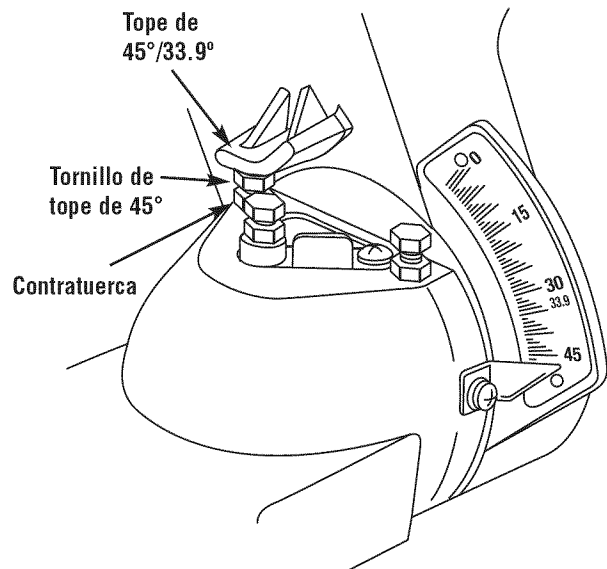

Figura 10. Tornillo de tope de bisel de 45° y contratuerca
1. Baje la contratuerca del tornillo de tope de bisel de 45° utilizando una llave de tuerca de 12 mm o ajustable (Figura 10).
5. Ajuste el tope de bisel de 45° hasta que la hoja haga contacto con toda la longitud de la escuadra. Apriete la contratuerca de 45°. (Figura 10).
6. Compruebe que el indicador de bisel señale hacia la marca de 45° en la escala de biseles (vea la Figura 10). Si el indicador de bisel no está alineado con la marca de 45°, primero vuelva a comprobar la perpendicularidad de la hoja respecto a la mesa y la alineación del indicador de bisel de 0°. Luego, repita la operación para la alineación de la hoja a 45° y haga los ajustes adecuados.